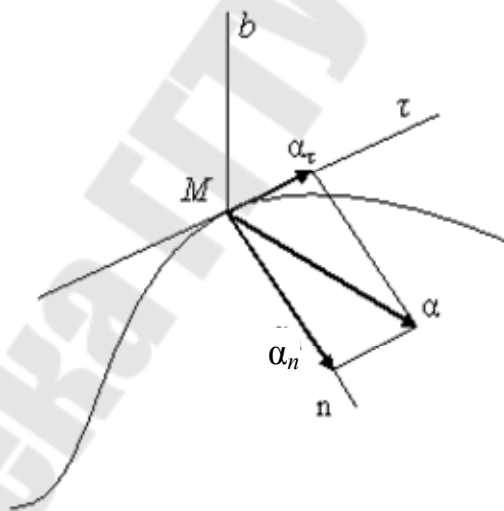

Рис. 20
9. Оси, образующие естественный трехгранник: τ – касательная к траектории; n – нормальная к траектории (перпендикуляр к касательной), направленная в сторону вогнутости кривой; b – бинормаль, перпендикулярная к осям τ и n (рис. 20).